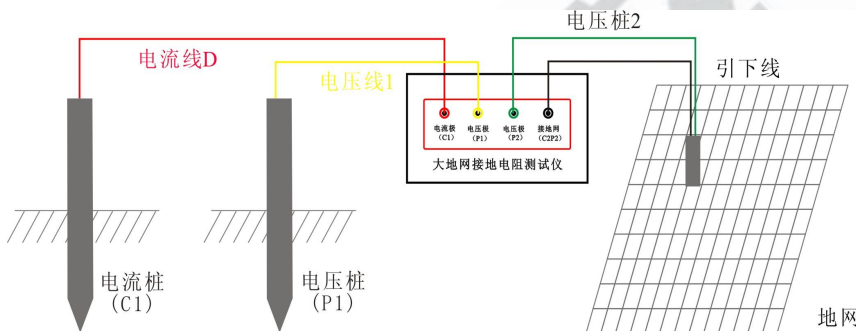

图4 四极法测量接线图
3、电流测试线和电压测试线按规定的长度将一端与仪器相接后平行放出。另一端分别接在两个地桩上（如图 3 或图 4 所示）。